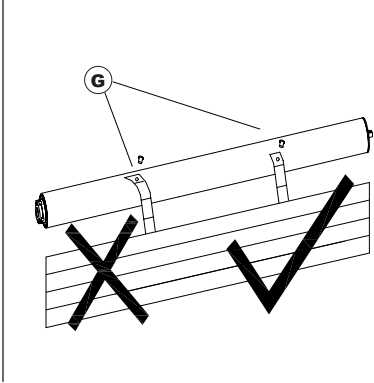

Fig.9
- h.** Pendant le montage, le moteur et le tube doivent rester parallèles, tandis que la porte et la fenêtre doivent être perpendiculaires à la ligne axiale du tube (**Fig.9**).